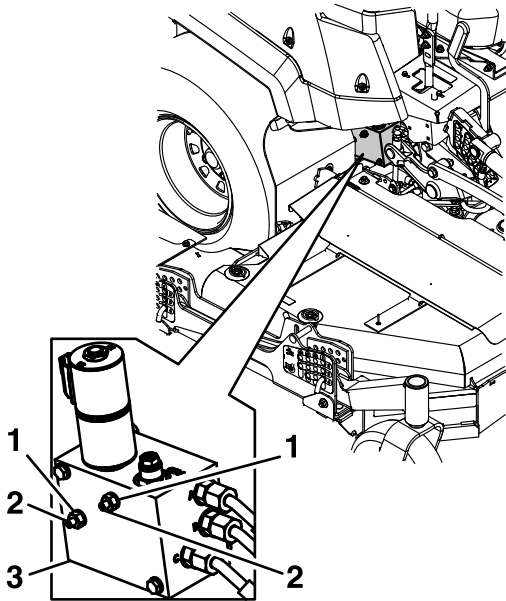

Figure 34
1. Maintenez les vis de blocage à l'aide d'une clé Allen de 1/8 pouce et desserrez les écrous d'étanchéité à l'aide d'une clé de 7/16 pouce jusqu'à l'écrou soit au niveau de l'extrémité de la vis (6 tours environ), comme montré à la Figure 34.
2. Maintenez les vis à l'aide d'une clé Allen de 1/8 pouce et desserrez les écrous d'étanchéité à l'aide d'une clé de 7/16 pouce (Figure 34).